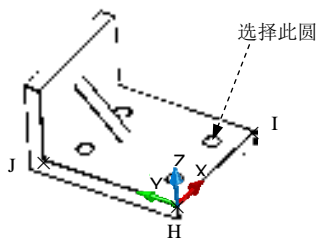

图 13.9.3 标注尺寸 5
(1) 设置用户坐标系。选择 **工具(T)** → **新建 UCS(W)** → **三点(3)** 命令，用捕捉的方法依次选取图 13.9.3 中的 H 点作为用户坐标系原点，I 点作为 X 轴正方向上一点，J 点作为 Y 轴正方向上一点。设置后的用户坐标系的位置和方向如图 13.9.3 所示。
(2) 选择下拉菜单 **标注(D)** → **直径(D)** 命令；选取图 13.9.3 所示的圆；在 **指定尺寸线位置或 [多行文字(M)/文字(T)/角度(A)]:** 的提示下，输入字母 T 后按 Enter 键；输入 4-%c10 后按 Enter 键；在绘图区的空白区域单击一点，作为尺寸标注 5 的放置位置。